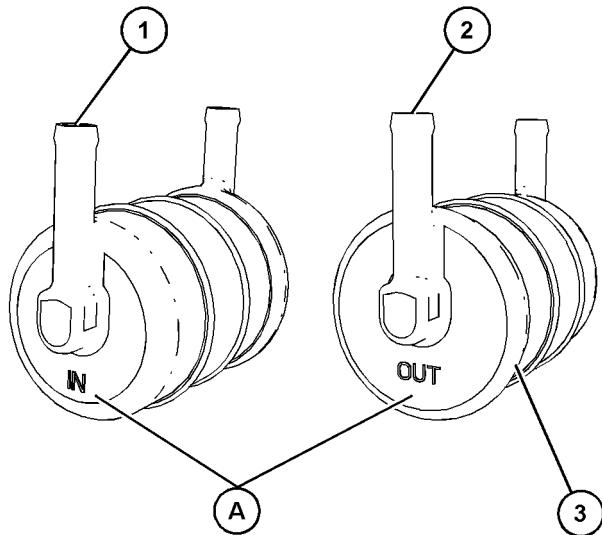

Abbildung 69
2. Die Außenseite des Kraftstofffilters (3) und die Kraftstoffschläuche reinigen, die am Kraftstofffilter angebracht sind.
3. Temporäre Markierungen an den Kraftstoffschläuchen anbringen, um den Einbau des Kraftstofffilters zu erleichtern. Die Richtung des Kraftstoffstroms durch den Kraftstofffilter lässt sich an der Position (A) am Kraftstofffilter feststellen. Siehe Abbildung 69 .
4. Die Kraftstoffschläuche vom Kraftstoffeinlass (1) und Kraftstoffauslass (2) am Kraftstofffilter trennen.